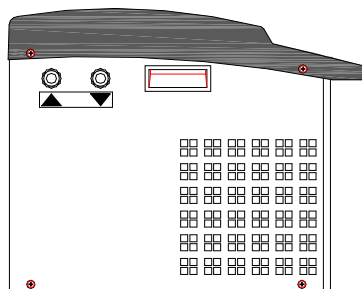

Fig.1
- Para la conexión al circuito, hacer atención que la entrada y salida de agua esté de acuerdo con la fig. 1.